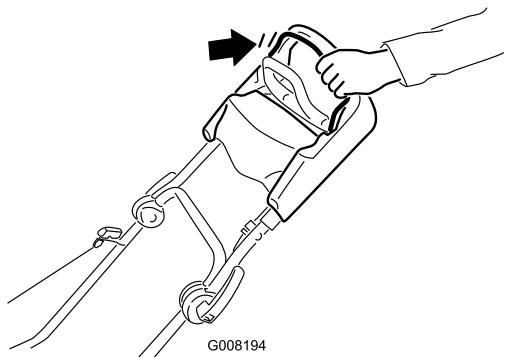

Figure 14
- Maintenez la barre de commande de la lame contre le guidon (Figure 14).